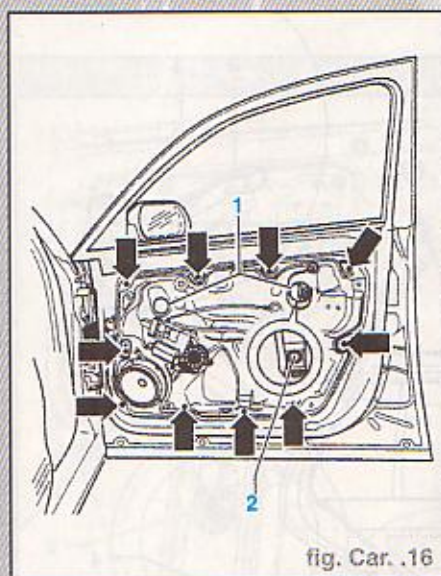

fig. Car. 16
- Retirer les capuchons (1) en faisant levier (fig. Car. 16).